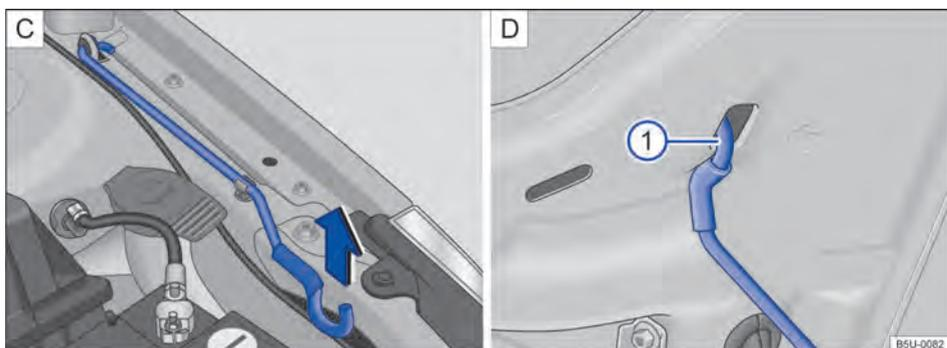

Fig. 193 **C**) Haste de sustentação da tampa do compartimento do motor. **D**) Tampa do compartimento do motor apoiada na haste de sustentação.
- Retirar a haste de sustentação do suporte no sentido da seta → Fig. 193 **C**) e posicioná-la na abertura na tampa do compartimento do motor → Fig. 193 **1**) **D**).
- Retirar a haste de sustentação do furo → Fig. 193 **1**) **D**) e encaixá-la no suporte do fecho → Fig. 193 **C**).